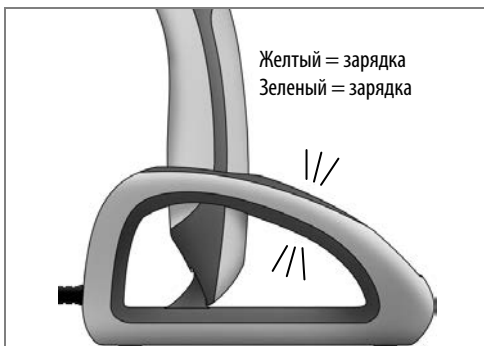

Рисунок 5. Работа индикаторов зарядки
2. Подключите блок питания к зарядной станции. Разъем находится на задней панели зарядной станции (рисунок 5).
3. Установите прибор Demi Ultra в зарядную станцию так, чтобы элементы управления были направлены в сторону радиометра. При зарядке светоиндикаторы прибора выключаются, а зарядной станции – включаются. Они расположены на верхней и нижней поверхности "моста" станции (рисунок 5). Желтый свет соответствует процессу зарядки. Зеленый – окончание зарядки.